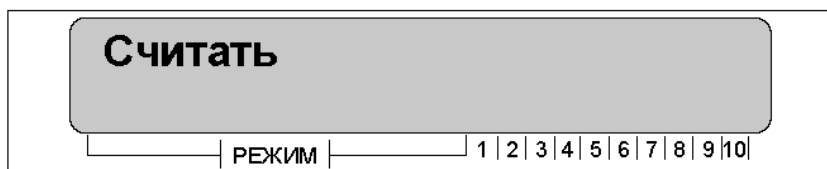

Рис. 20. Вид на дисплее вход в режим программирования при помощи ВПУ-А-06
- находясь в режиме программирования, при помощи клавиш «ВПЕРЕД» или «НАЗАД» выбрать пункт «Считать» (см. рисунок 20);